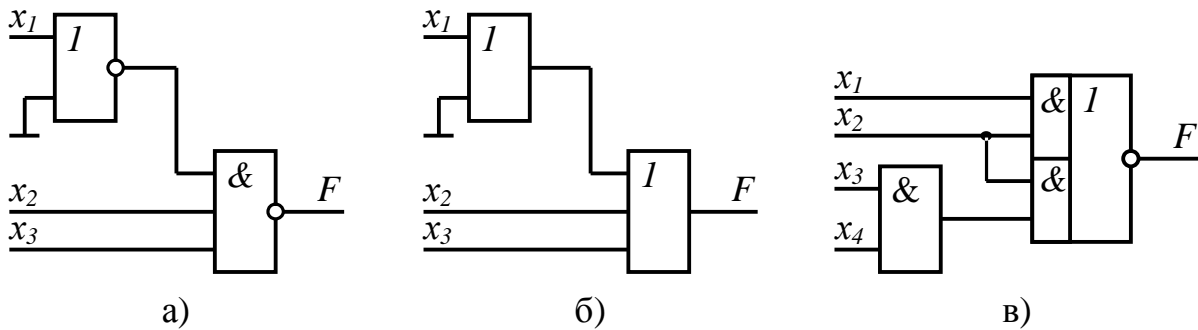

Рис. 13.8
**13.26.** Запишіть рівняння логічних функцій для схем, зображених на рис. 13.8.